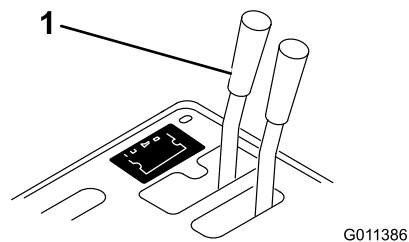
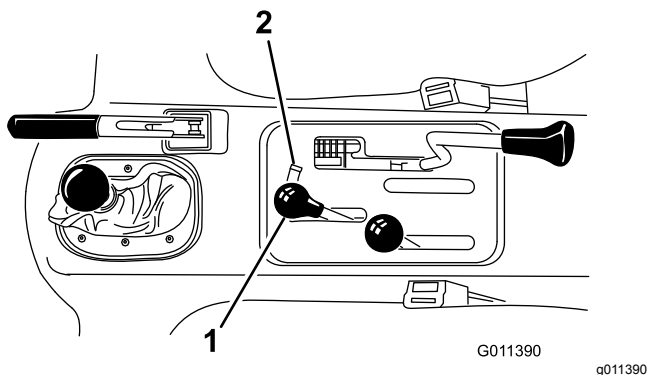

图14
图15
1. 在序列号为 239999999 之前的工作车上将遥控液压阀门手柄图14移到浮动位置在序列号为 240000001 及以后的工作车上前后移动液压提升杆图15以消除系统压力且便于快速接头的断开。